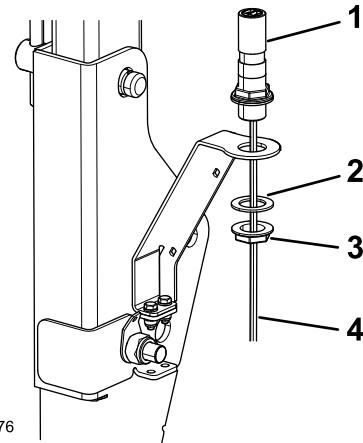

Figura 10
1. Montaggio del supporto della lampada di segnalazione sulla staffa della lampada di segnalazione (Figura 10).